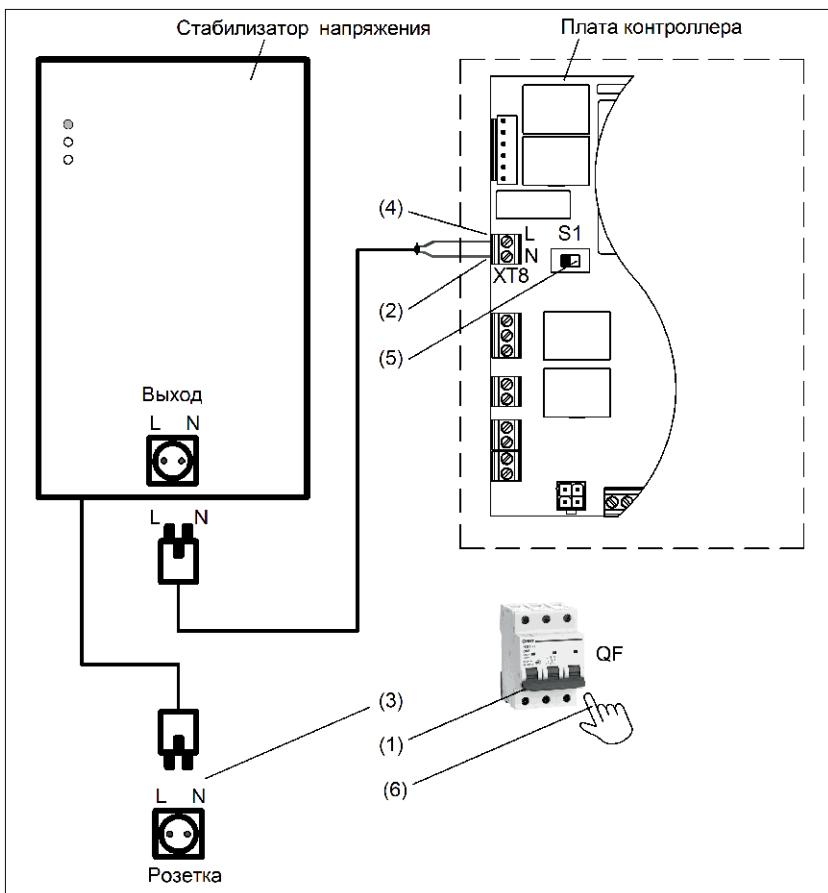

Рисунок 28. Схема подключения стабилизатора напряжения
- Порядок подключения стабилизатора напряжения (см. рис.28).
- (1) Отключить автоматический выключатель **QF**.
- (2) Подсоединить кабель от выхода стабилизатора к колодке **ХТ8** платы контроллера, строго соблюдая полярность.
- (3) Подключить стабилизатор к сети.
- (4) Убедиться в наличии фазы на верхнем контакте колодки **ХТ8** платы контроллера.
- (5) Перевести переключатель **S1** из правого положения в левое положение.
- (6) Включить автоматический выключатель **QF**.